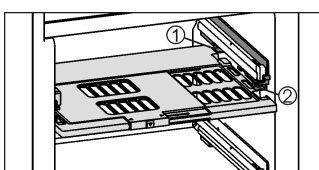

Fig. 14
- ▶ Установка пластины регулировки влажности: поперечные ребра крышки на пластине вставить через низ в задний держатель Fig. 14 (1) и защелкнуть спереди на держателе Fig. 14 (2).